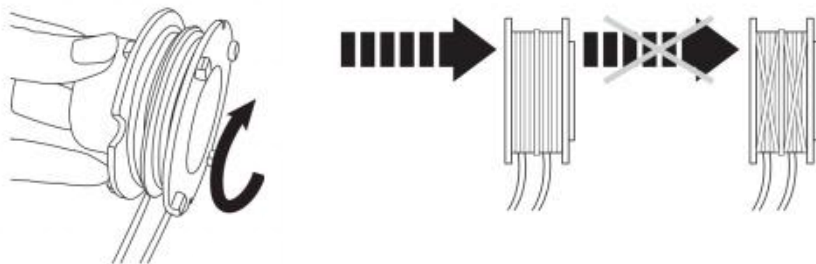

Fig. 66
3. Linda linorna medurs runt spolen, se till att de sitter ordentligt i respektive styrning. (Bild 66)